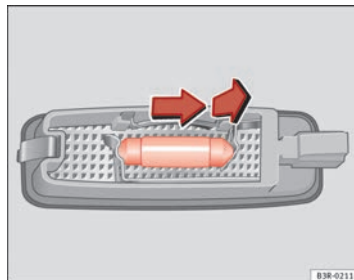

Fig. 243 Desmontaje luz del parasol
- Retire la lámpara, moviéndola en el sentido de la flecha y hacia afuera ⇒ fig. 243.